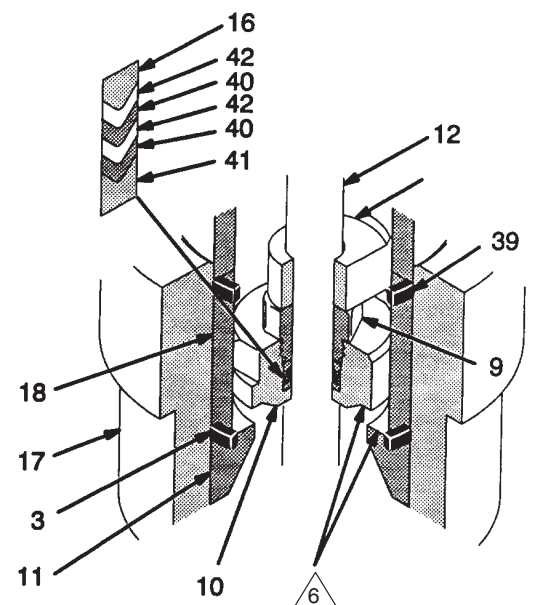

Abb. 8
Beim Auseinanderbau der Pumpe alle Teile in Reihenfolge abnehmen, für einen einfachen Wiedezusammenbau. Alle Teile mit geeignetem Lösemittel reinigen und auf Verschleiss oder Beschädigungen überprüfen. Siehe Abb. 8.
10. O-Ring (3) und Ventilsitz (11) von der Oberseite des Einlassgehäuses (17) nehmen. Siehe Abb. 8. Wenn der Sitz schwer zu entnehmen ist, Gehäuse herumdrehen und Sitz mit Hammer und Messingstange leicht anschlagen.
11. Passflächen von Einlassventilsitz (11) und Einlassventilkörper (10) auf Beschädigung überprüfen.
12. Führung (18) von der Stange (12) schieben. Stange von Kolben (6) abschrauben. Mit Finger über die Oberfläche des Kolbens fahren und auf Beschädigung überprüfen.
13. Kolben (6) in einen Schraubstock spannen. Kolben von Kolbenstange (1) abnehmen. Kolbensitz und Führung von Kolben nehmen. Kolben (6) und Kolbensitz (8) auf Beschädigung überprüfen, siehe DETAIL in Abb. 8.
14. Kolbenstange (1) vom Schraubstock nehmen und auf Beschädigung überprüfen, indem man mit dem Finger über die Oberfläche fährt.
16. Von Einlassventilsatz, der unter Schritt 10 abgenommen wurde, Packungsmutter (9) von Ventilkörper (10) abschrauben. Ringe (16, 41) und V-Packungen (40 u. 42) von dem Ventilkörper nehmen, siehe DETAIL in der Abb. 8.
17. Griff des Ventils (28) komplett von Auslassgehäuse (19) schrauben. Öffnung in dem Ventilgehäuse säubern. Ventilgehäuse braucht vom Auslassgehäuse (19) dazu nicht abgenommen werden.
18. Packungsmutter (2) von Auslassgehäuse (19) nehmen. Die Halspackungen (22,24) und die Ringe (21,23) von Auslassgehäuse (19) nehmen. Materialausgangsnippel (20) und O-Ring (25) NICHT ENTFERNEN, wenn keine Wartung durchgeführt wird.